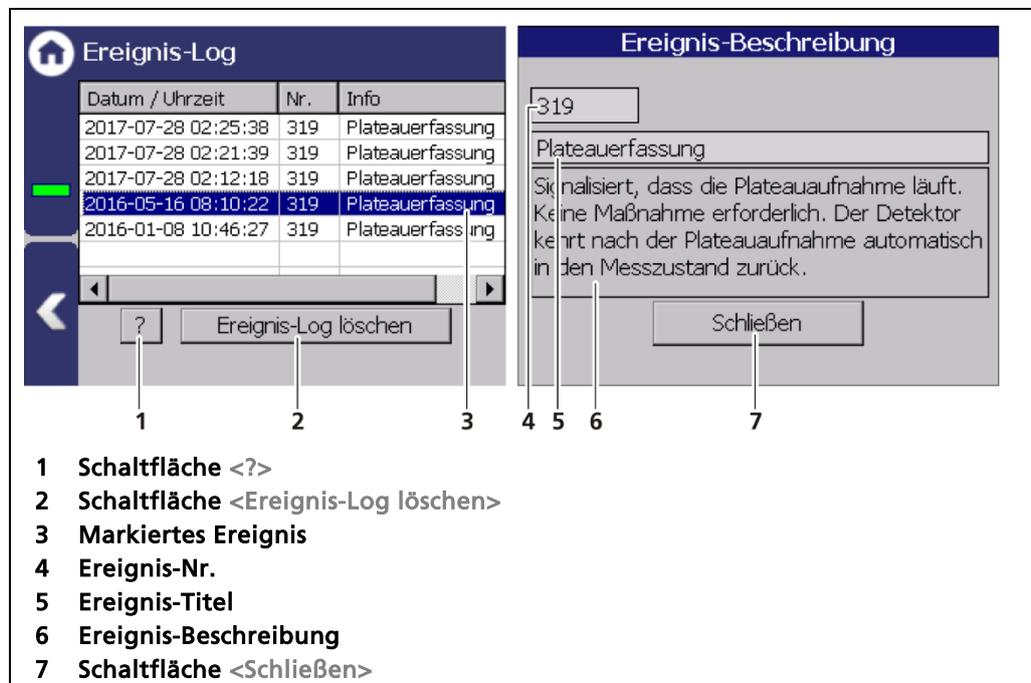

Abb. 77 Ereignis-Log
1. Klicken Sie eine Zeile in der Liste (Abb. 77, Pos.3) an.
2. Klicken Sie auf <?> (Abb. 77, Pos.1).